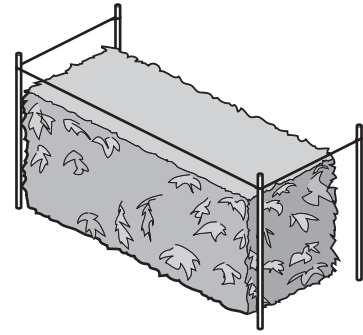

Fig. 12
- Use una cuerda para nivelar los setos. Estire una cuerda a lo largo de la parte superior del seto a la altura deseada y corte el seto justo encima del nivel de la cuerda (Fig. 12).